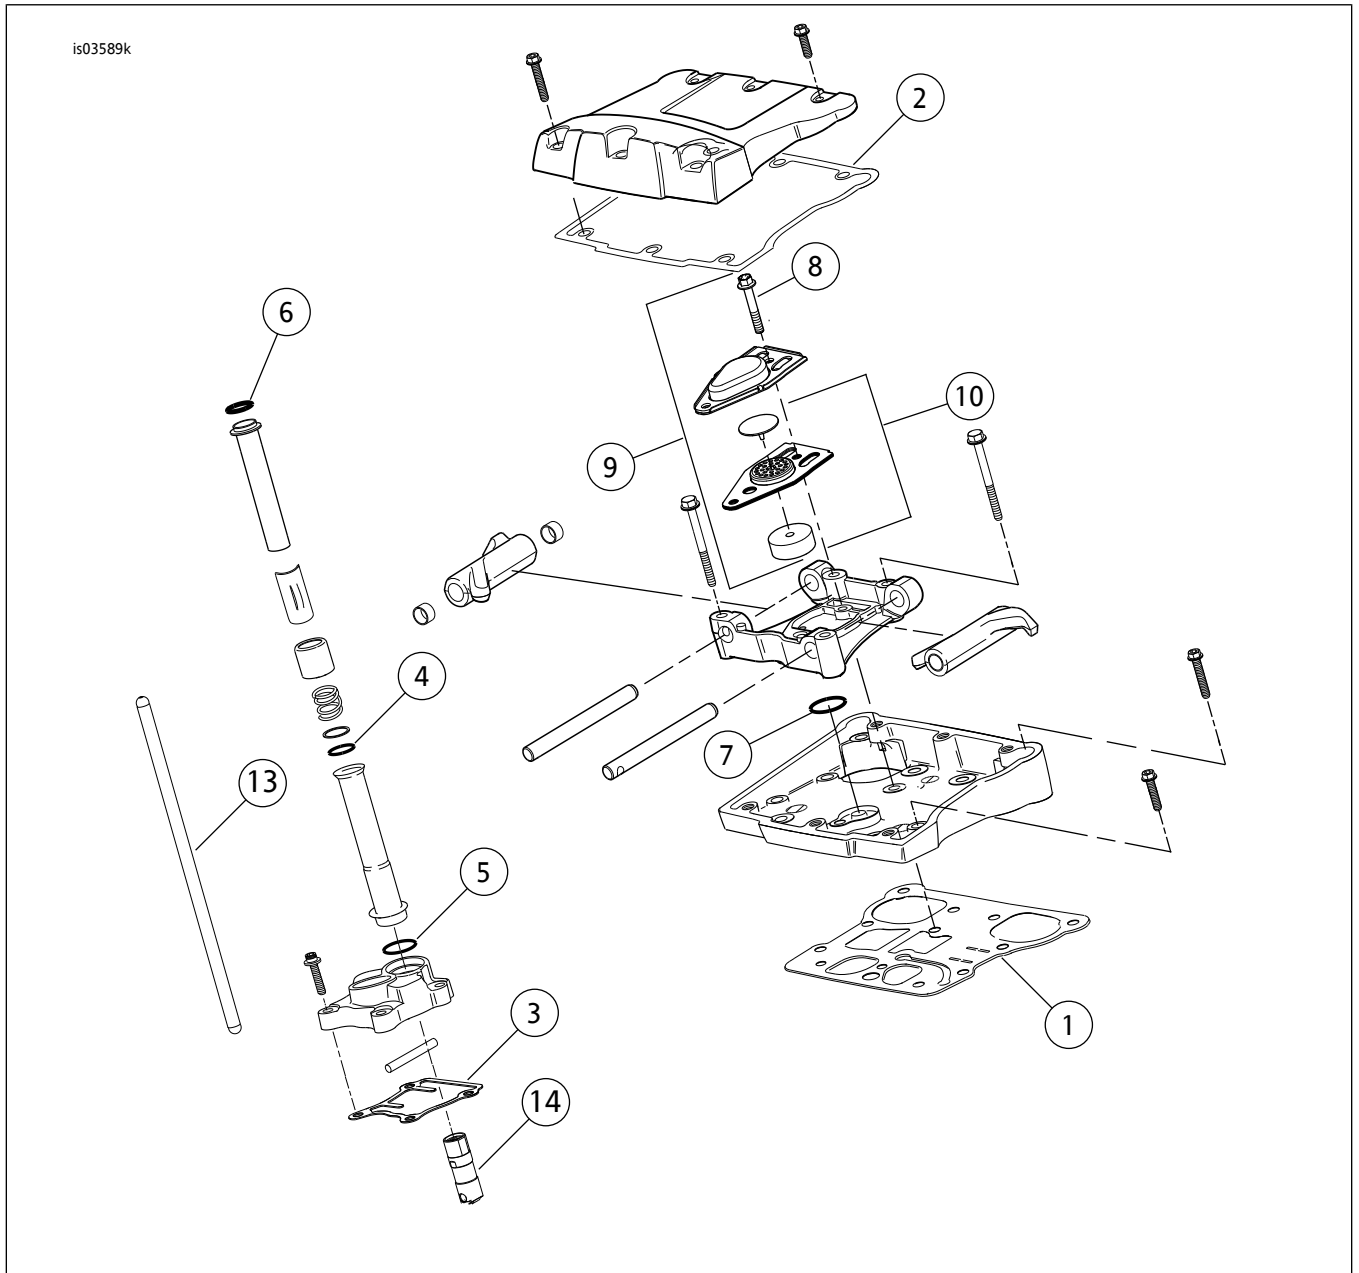
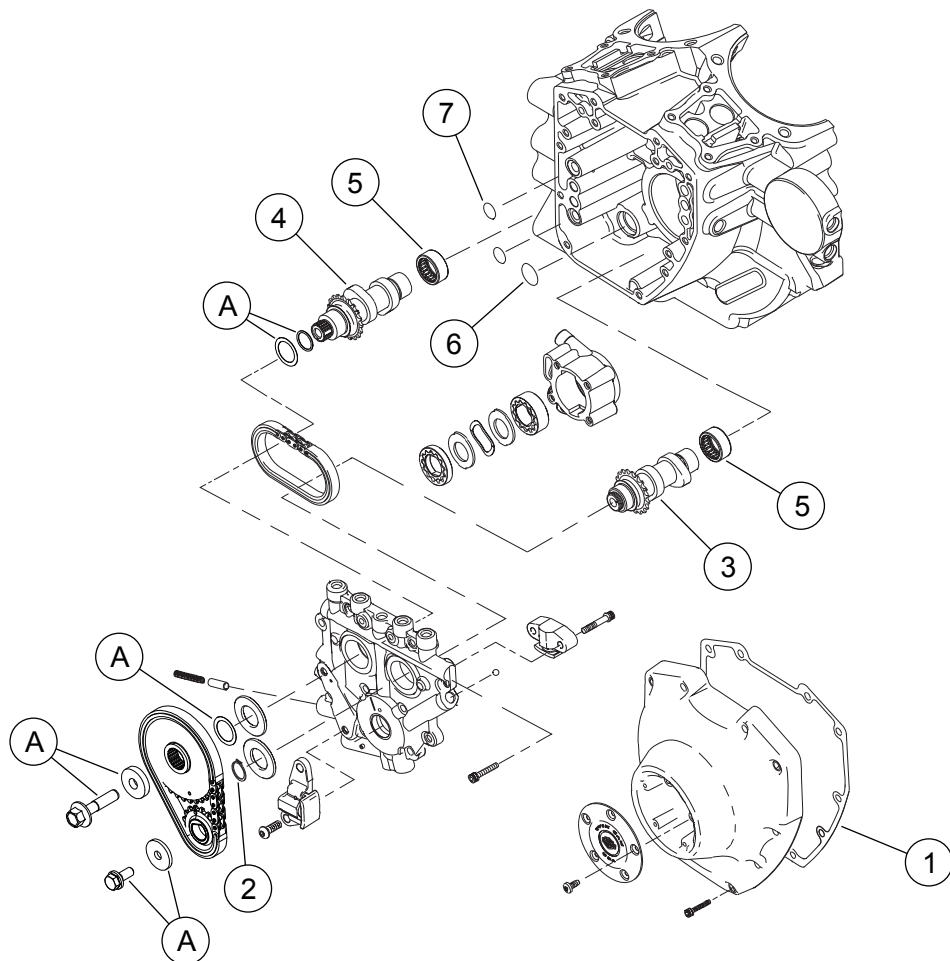

图2。维修零件：Screamin' EagleTC1690立方厘米（103立方英寸）第4阶段排放套件
图3。维修零件：Screamin' Eagle Pro TC 1690立方厘米（103立方英寸）第4阶段排放套件
参见图2至图3以及表2至表3。
1. 参见图3。检查凸轮轴滚针轴承(5)并在必要时更换。
2. 参见图2至图3。使用套件中的零件, 将凸轮组装至凸轮板、高性能汽缸头和发动机顶端部件。参见维修手册。